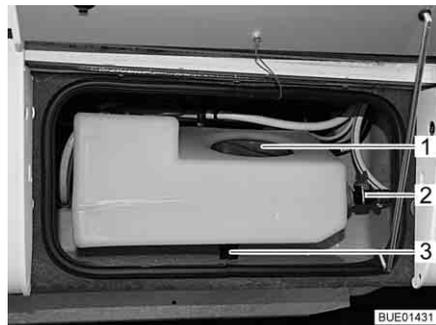
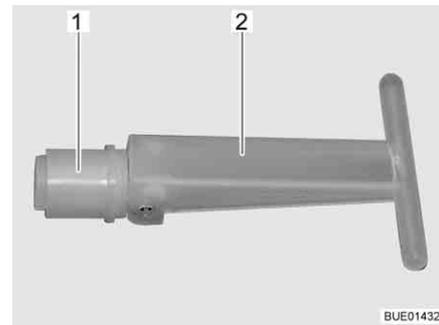

Bild 235 Zusatz-Wassertank
Bild 236 Verschluss-Stopfen
Wenn das Entleerventil (Bild 235,2) offen ist, ist die Füllmenge des Zusatz-Wassertanks auf ca. 30 l begrenzt; überschüssiges Wasser läuft ab. Wenn das Entleerventil geschlossen ist, steht das gesamte Tankvolumen zur Verfügung.
Wenn der Verschluss-Stopfen (Bild 236,1) im Inneren des Zusatz-Wassertanks gezogen wird, fließt das Wasser über den Ablauf (Bild 235,3) ab. Der Verschluss-Stopfen ist durch die Serviceöffnung (Bild 235,1) erreichbar.
- Sicherstellen, dass der Verschluss-Stopfen (Bild 236,1) im Zusatz-Wassertank geschlossen ist (Handgriff (Bild 236,2) ist umgeklappt).
- Sicherstellen, dass das Entleerventil (Bild 235,2) geschlossen ist.
- Serviceöffnung (Bild 235,1) im Zusatz-Wassertank öffnen.
- Durch die Serviceöffnung den Handgriff (Bild 236,2) des Verschluss-Stopfens (Bild 236,1) senkrecht stellen und den Verschluss-Stopfen herausziehen.
- Entleerventil (Bild 235,2) am Zusatz-Wassertank öffnen.